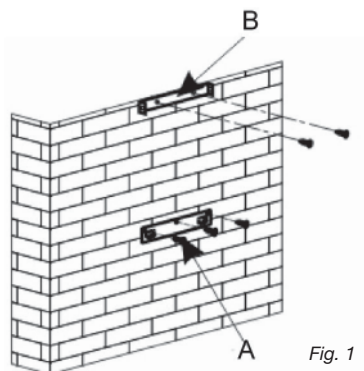

Fig. 1
Vous possédez une sortie vers l'extérieur (fig. 1)
- Tracez sur le mur les 3 trous que vous devez percer en utilisant le crochet de suspension de la hotte fourni et en respectant la distance conseillée (pièce A fig. 1).
- Fixez le support de fixation de la hotte en veillant à ce qu'il soit parfaitement de niveau (pièce A fig. 1).
— Calculez la hauteur finale pour fixer l'étrier en U de support de la cheminée (pièce B fig. 1).
— Percez les 2 trous de 8mm et fixez l'étrier de support de la cheminée en faisant attention qu'il soit bien dans l'axe de la hotte (pièce B fig. 1).